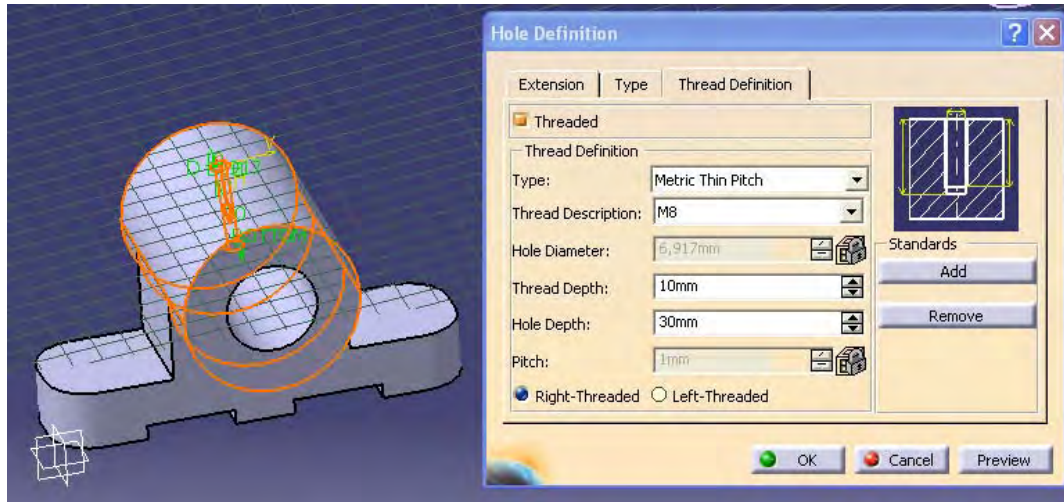

Figura 4.37. HOLE EN LA PARTE SUPERIOR DE LA PIEZA
12.- Se aplica un HOLE en la parte superior del cilindro de la pieza, este se hara de la misma forma que en el punto anterior. Pero ahora con una rosca M3, como se indica en la figura 4.37